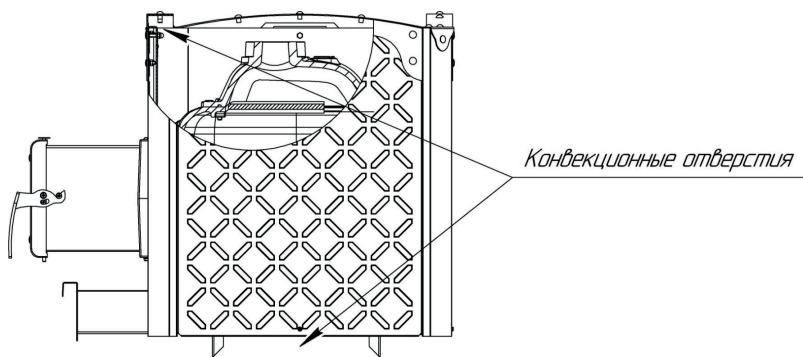

Рисунок 3 — Расположение конвекционных отверстий печи «БЫЛИНА (1.1)»
**ВНИМАНИЕ!** Запрещается перекрывать конвекционные отверстия в нижней (со стороны дна топки) и верхней (со стороны каменки) части печи «БЫЛИНА» или затруднять конвекцию любым другим способом (рисунок 3).